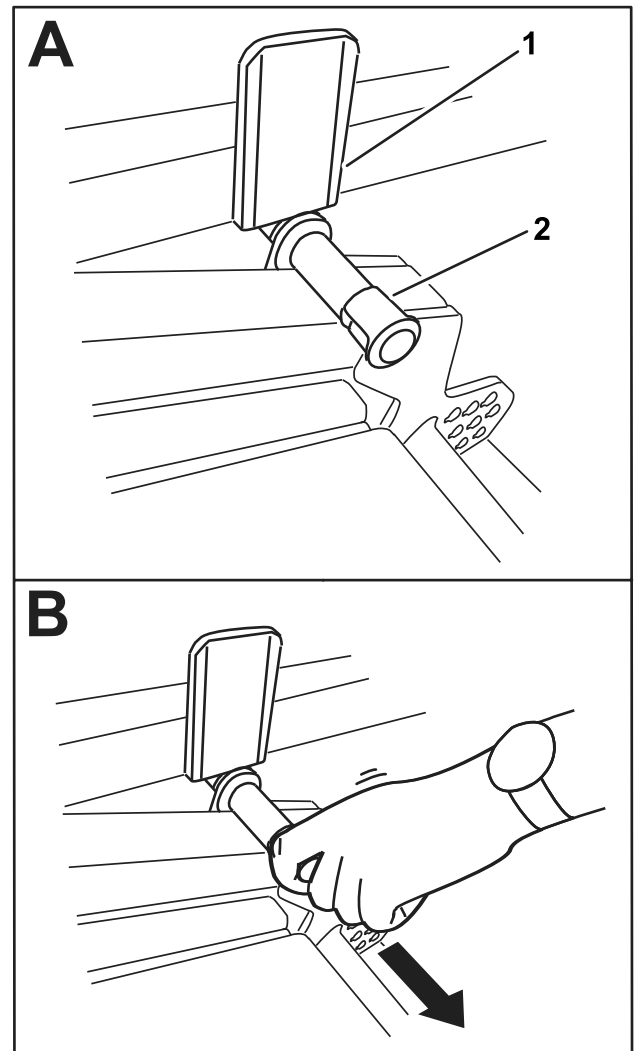

Bild 43
2. Drehen Sie das Mähwerk langsam nach unten, bis der Stift die Hubarmplatte berührt (A in Bild 43).
3. Drücken Sie das Mähwerk mit dem Fuß nach unten und ziehen Sie es dann den Stift heraus (B in Bild 43), um das Mähwerk in die TRANSPORTstellung zu bringen.